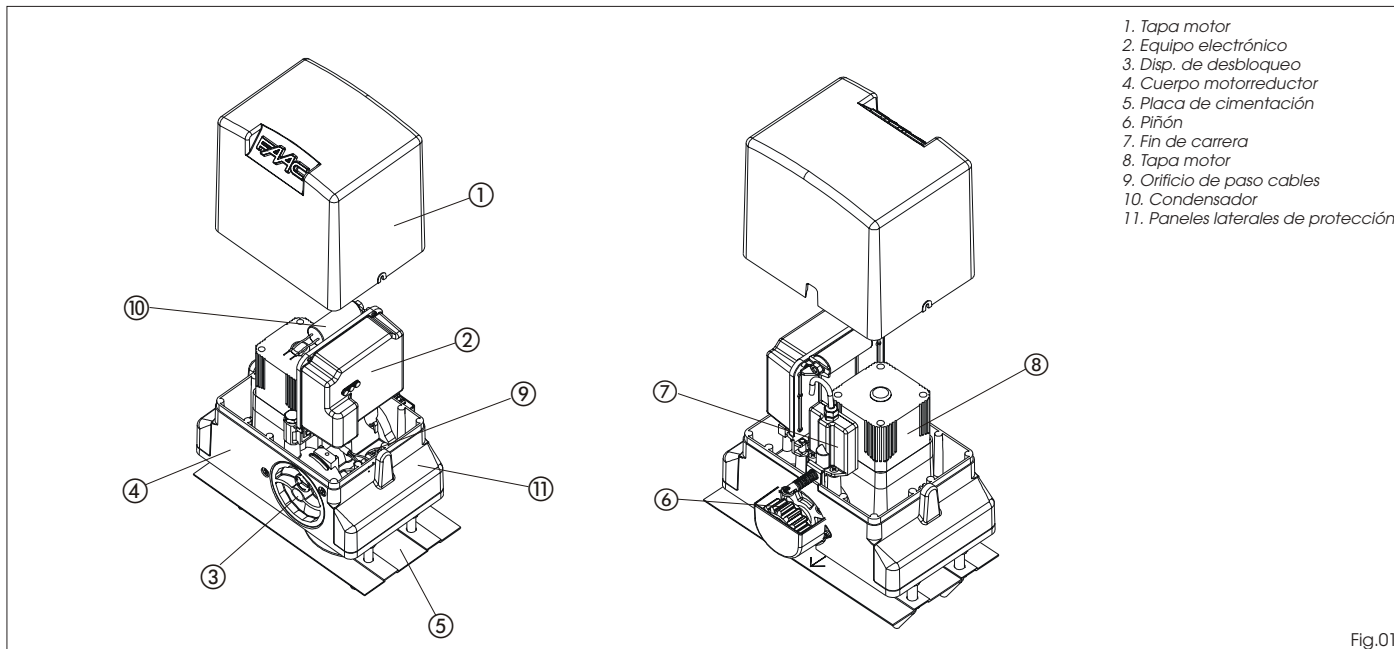

Fig.01
- 2- Coloque el operador sobre la placa de cimentación utilizando las arandelas y tuercas suministradas en dotación, como se indica en la Fig. 09. Durante dicha operación haga pasar los cables a través de las correspondientes aperturas realizadas en el cuerpo del motor (Véase Fig. 01 ref.9). Si fuera necesario se puede, utilizando un martillo, unir los dos orificios para obtener un paso más amplio.